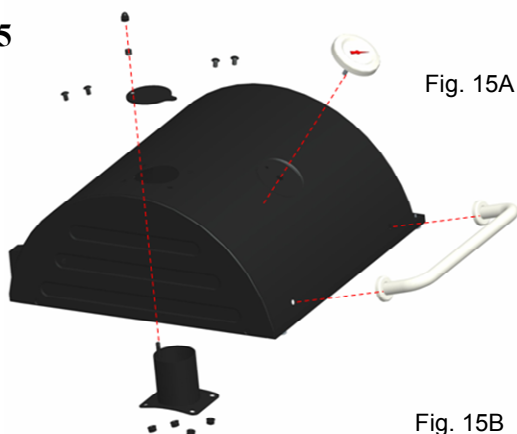

Fig. 15A
Wie abgebildet in Fig. 15A befestigen Sie den Rauchabzug von der Innenseite des Deckels. Befestigen Sie (4) M6x15 Kreuzkopfschrauben und KEPS Schraubenmutter. Bemerkung: Die Kreuzkopfschrauben müssen von der Aussenseite am Deckel angebracht werden. Positionieren Sie den Rauchabzug Deckel auf dem Rauchabzug und positionieren Sie die kleine Feder zwischen dem Rauchabzug und dem Rauchabzug Deckel. Befestigen Sie den Rauchabzug Deckel mit der Rauchabzug Deckel Schraube so, dass der Rauchabzug Deckel geöffnet oder geschlossen werden kann. Die Temperatur Anzeige und der Deckel Griff montieren wie vorgängig beim Gas Grill Deckel.